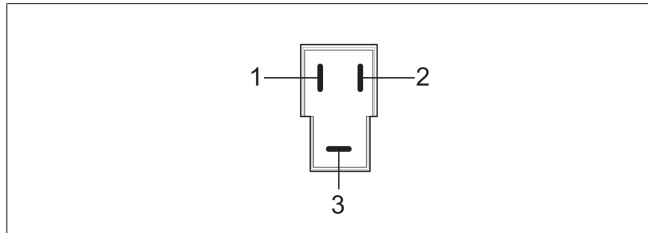

Fig. 6 Conexiones eléctricas
- Efectúe las conexiones eléctricas según Fig. 6. Consulte los requisitos relativos a la alimentación y los fusibles en el capítulo 9, "Información técnica" en la página 7. No instale relés, fusibles o interruptores en las proximidades de las conexiones de refrigerante.